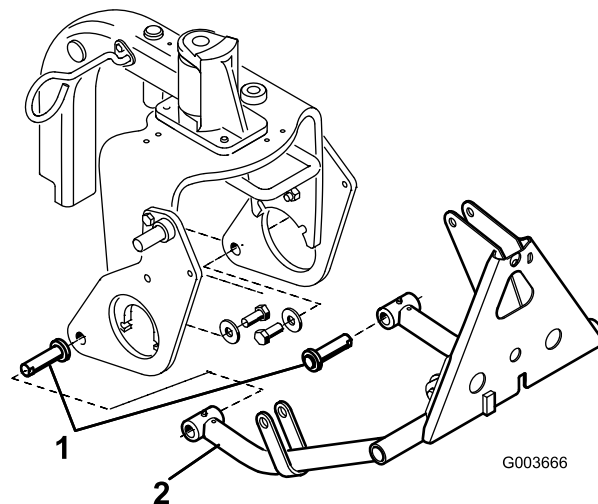

Figura 8
- Inserire un perno cilindrico in ciascun tubo del braccio di spinta come indicato nella Figura 8.
- Inserire i tubi del braccio di spinta sulle piastre di destra e sinistra allineando le guide del perno cilindrico con i fori delle piastre dell'aratro (Figura 8).
- Montare i perni cilindrici sulle piastre dell'aratro con un bullone (5/8 x 1-1/2 pollici) e una rondella (1,68 diam. est. x 0,65 diam. int.) come indicato nella Figura 8. Serrare i bulloni a 203 Nm.